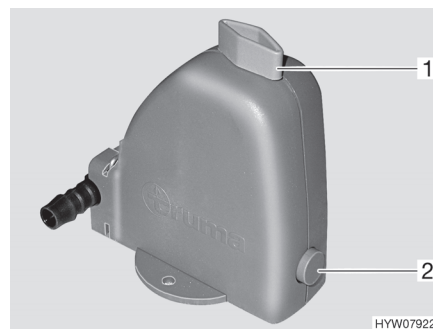

Bild 60 Sicherheits-/Ablassventil
Die Heizung ist mit einem Sicherheits-/Ablassventil (Bild 60) ausgestattet. Das Sicherheits-/Ablassventil verhindert, dass Wasser für die Warmwasser-Bereitung einfriert, wenn bei Frost die Heizung nicht eingeschaltet ist.
- Sicherheits-/Ablassventil schließen. Dazu den Drehknopf (Bild 60,1) quer zum Sicherheits-/Ablassventil drehen und den Druckknopf (Bild 60,2) hineindrücken.
- Sicherheits-/Ablassventil öffnen. Dazu den Drehknopf (Bild 60,1) längs zum Sicherheits-/Ablassventil drehen. Der Druckknopf (Bild 60,2) springt heraus. Der Brauchwasser-Behälter wird über das Sicherheits-/Ablassventil nach außen entleert.